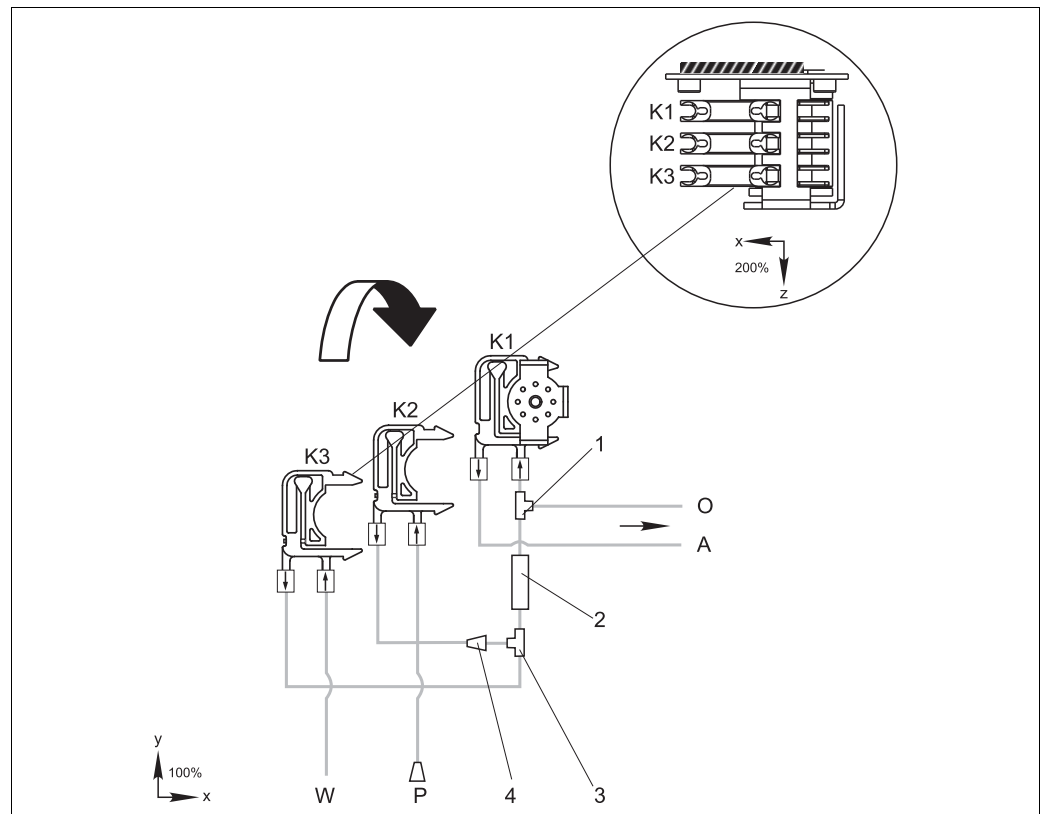

图 21: 稀释单元示意图
1. 拆下软管连接头和阀 1 间的试样泵软管 (→ 图 21, 部件 4)。
5. 将出水软管 (O) 连接至 T 型接头 (部件 1) 的自由出水口上。